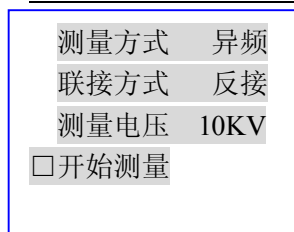

图 7 开始测量
④ 按“确认”键，光标进入“测量电压 □ 0.5KV”，按“↑”、“↓”键，则可从 0.5, 1.0, 1.5, 2.0, 2.5……9.5~10KV 间调整电压。按“退出”键，光标移至首位，再按“↓”键，将光标移至下一排“□开始测量”前，见图 7 所示。